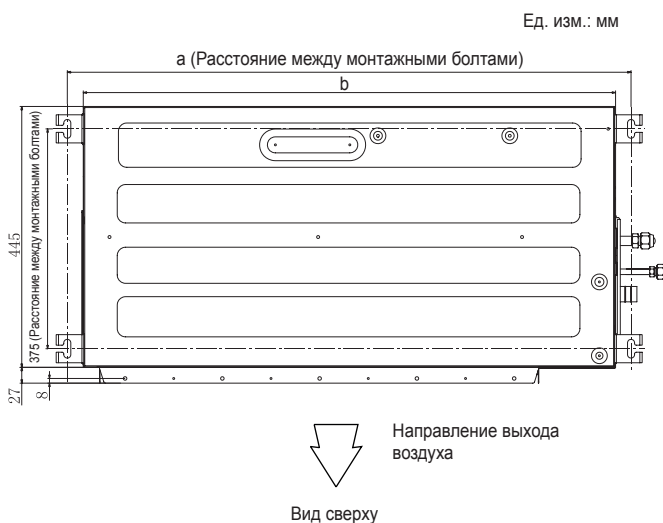

Рисунок 4.4. Монтажный болт
- (1) Отметьте положение монтажного болта и мест соединений трубы хладагента и дренажной трубы.
- (2) Монтажные размеры показаны на рис. 4.4.